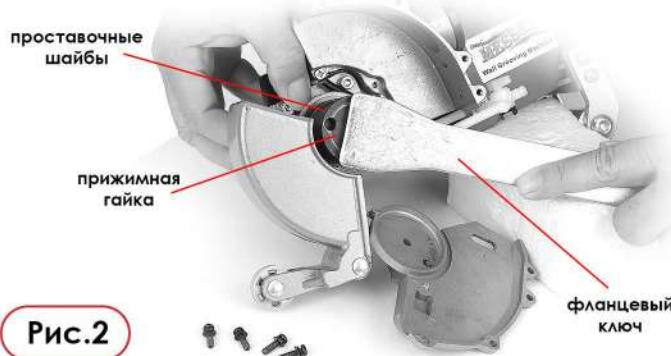

Рис.2
4. Используя фланцевый ключ (входит в комплект поставки) отвинтите прижимную гайку, расположенную на валу штробореза и снимите все проставочные шайбы. (Рис.2)